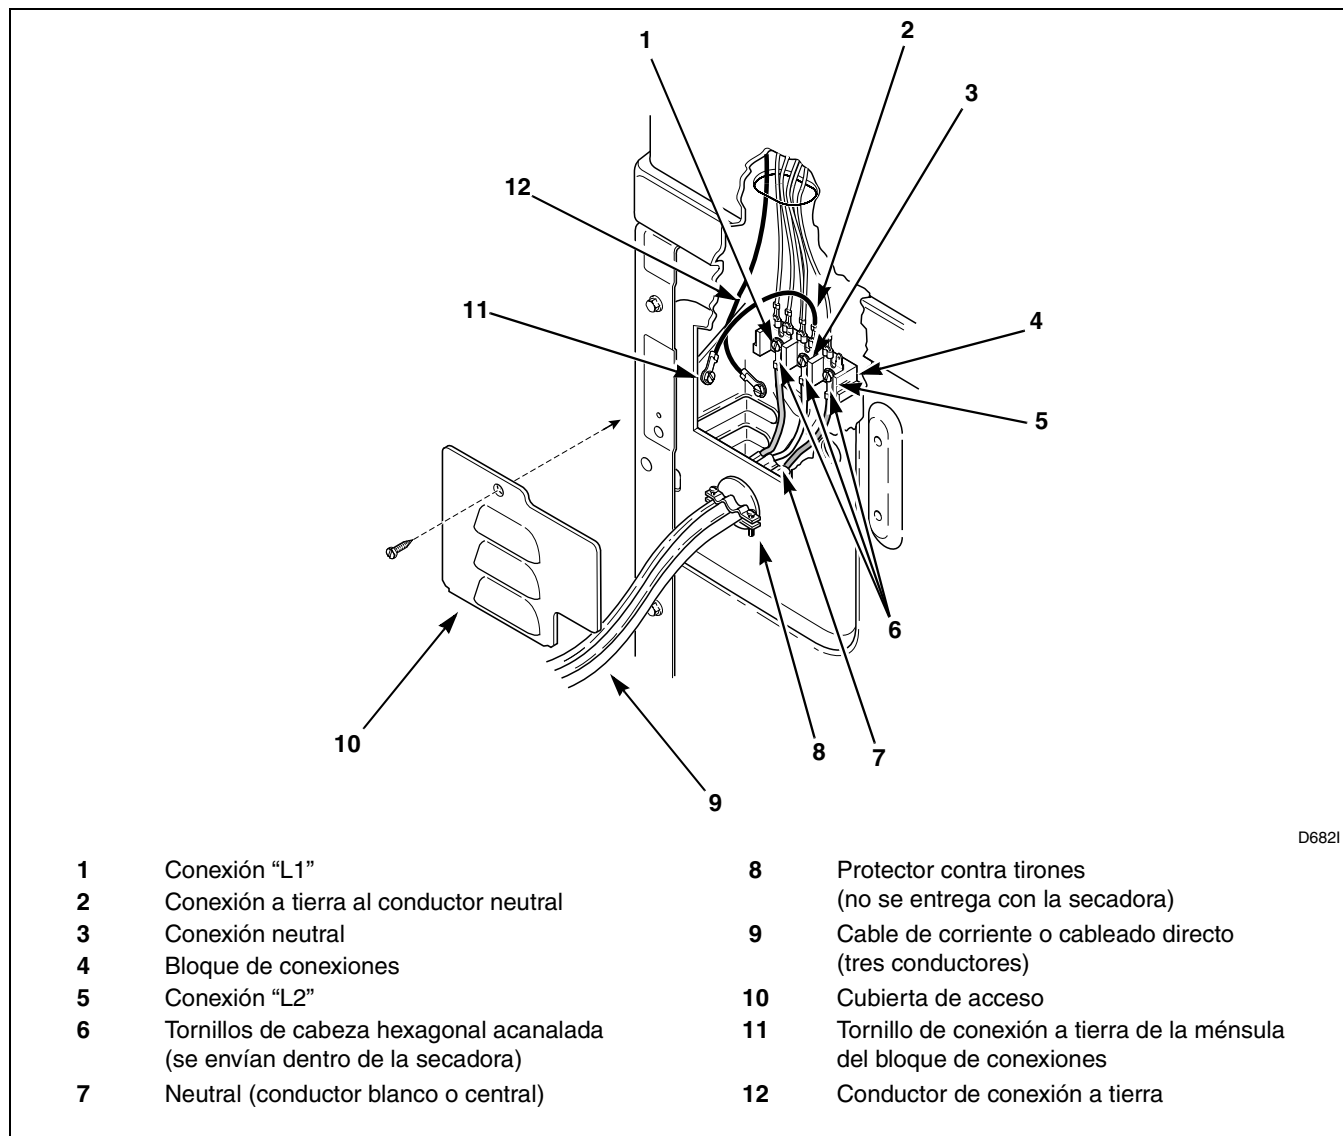

Figura 25
2. Inserte los extremos del cable directo a través del agujero de la fuente de alimentación (con el protector contra tirones adecuado) en la parte posterior del gabinete de la secadora. Consulte la *Figura 25*. Conecte el cordón de alimentación o el cableado directo a los terminales apropiados del bloque de terminales utilizando **tres tornillos de conexión de cable** (10-32 x 3/8 plg) **que vienen en el paquete de accesorios, en el sobre**